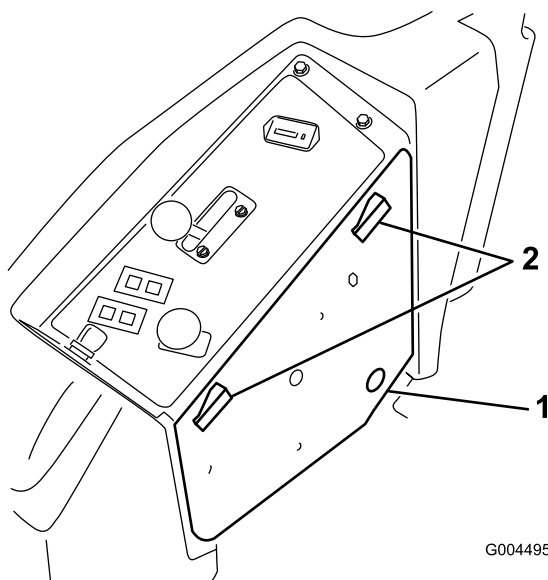

Figura 1
1. Desenganche la tapa lateral del panel de control (Figura 1) y apártela.